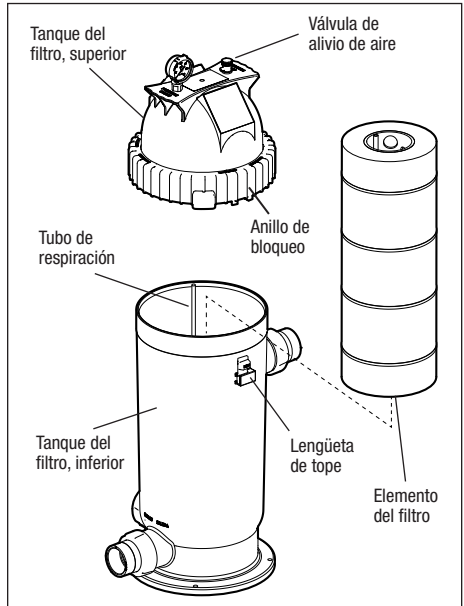

Figura 6. Extracción del elemento del filtro
2. Abra la válvula de alivio de aire de la parte superior del tanque del filtro para liberar toda la presión de dentro del tanque y del sistema. Consulte la Figura 6. Cierre cualquier válvula de aislamiento del filtro del sistema para evitar inundaciones.